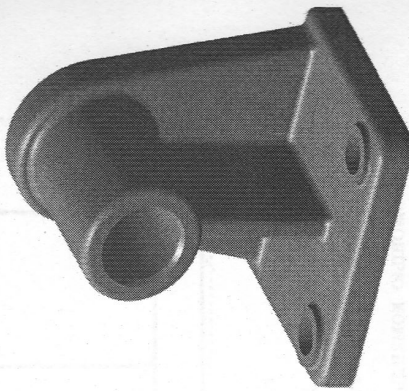

Рис. 41. Модель детали «Стойка»
- в) выстраиваем ребро жесткости и выполняем оставшиеся скругления радиусом 2 мм. Моделирование завершено (рис. 41).